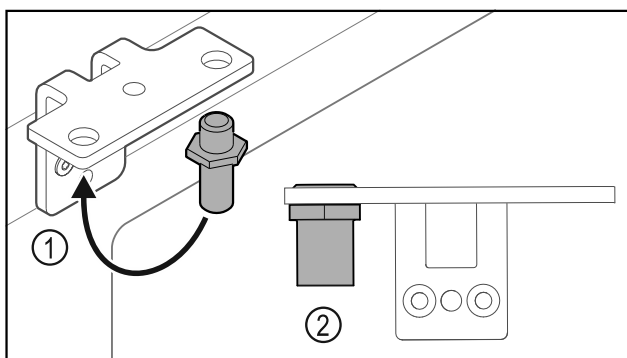

Fig. 31
- ▶ Sworznie Fig. 31 (1) przłożyć do zawiasu.
- ▶ Sworznie Fig. 31 (2) dokręcić z **momentem obrotowym 12 Nm**.